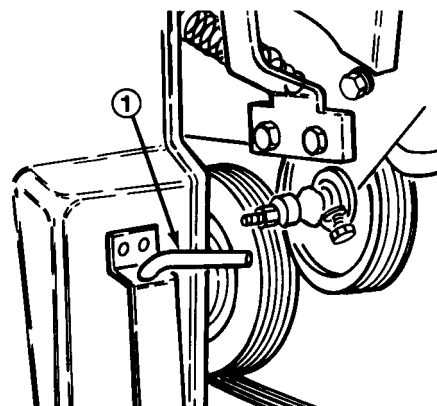

Fig. 16
- B. Togliere la spina di esclusione dalla staffa davanti al copritesta di carotaggio (Fig. 16).
- 1. Togliere la spina di esclusione dalla staffa sul davanti del copritesta di carotaggio (Fig. 16).